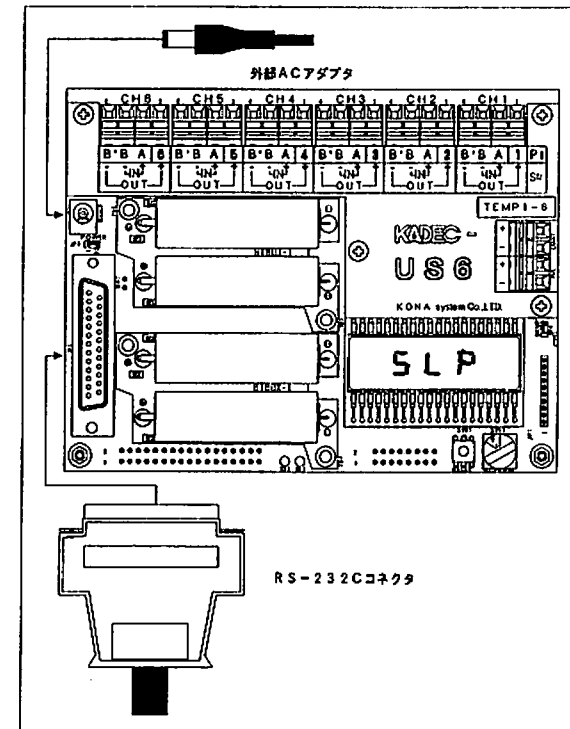

図1-2. 通信操作時の周辺機器接続図
- 1) 図1-2のように、オプションのRSケーブルと外部電源アダプタを接続して下さい。
- 1) 図 1-2 と同様に周辺機器を接続し、設定を行って下さい。